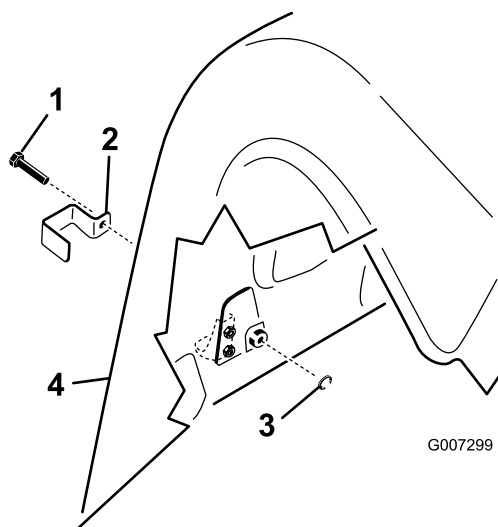

Figura 18
- Sul modello ProCore 864, montate una staffa di chiusura sui fermi sinistro e destro del cofano posteriore inferiore e del cofano superiore con un bullone senza dado (4 in tutto); fate riferimento alla Figura 18.
- Sul modello ProCore 1298, montate una staffa di chiusura su tutti i fermi del cofano posteriore inferiore e sul fermo esterno del cofano superiore sulle coperture posteriori sinistra e destra con un bullone senza dado (3 per testa di carotaggio, 6 in tutto); fate riferimento alla Figura 18.
- Mediante una pinza o una chiave regolabile montate una rondella di bloccaggio interna su ogni bullone (1-2 filetti) per fissare il fermo (Figura 18).